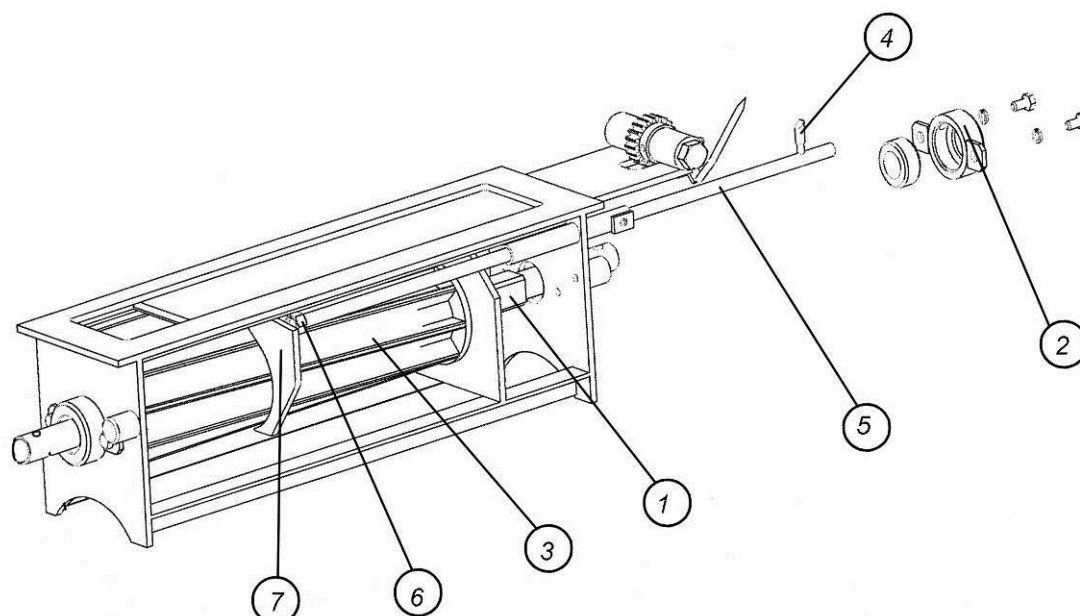

Рис. 6.2.5. Разборка заднего дозатора (продолжение)
5. Выкрутить указатель 4 из прутка 5. Открутить контргайку 6 на пластине 7 и выкрутить пруток из пластины (Рис.6.2.5).